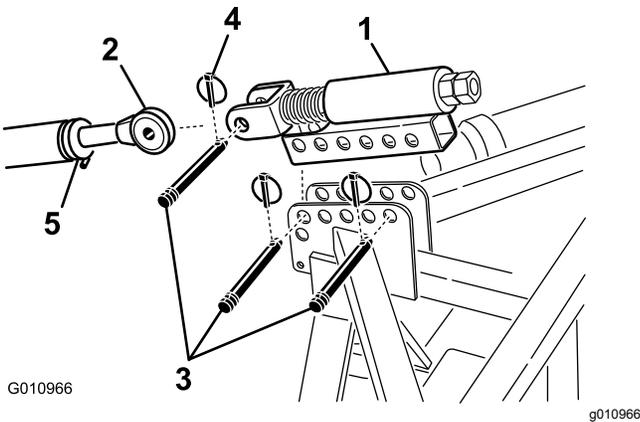

图 9
6. 旋紧上连杆直至弹簧被压缩约 13mm 图 9。
1. 使用 2 个连杆销和保险销将弹簧加载顶部连杆安装到打孔机支架上图 9。
2. 拧松主机上连杆上的锁紧螺母。调节上连杆的长度直至其与打孔机弹簧加载顶部连杆上的柱销对齐图 9。
3. 将主机上连杆连接到弹簧加载顶部连杆上的柱销并用连杆销和保险销将其固定图 9。